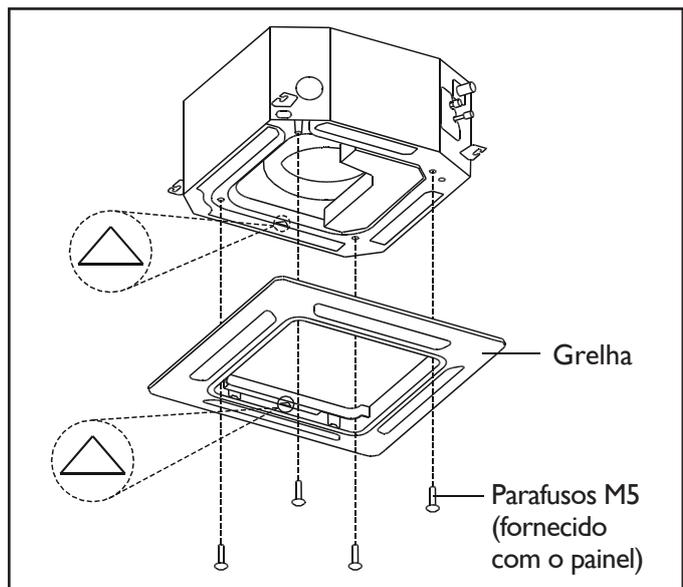

FIG. 23
- b) Alinhe a indicação "△" da grelha à indicação "△" na unidade evaporadora. Prenda a grelha na unidade com os parafusos fornecidos. (Fig. 23).